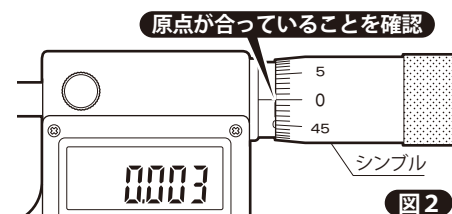

図2
- ③基準線目盛の『0』にシンプルの『0』目盛が一致していれば、原点が合っています。 **図2**